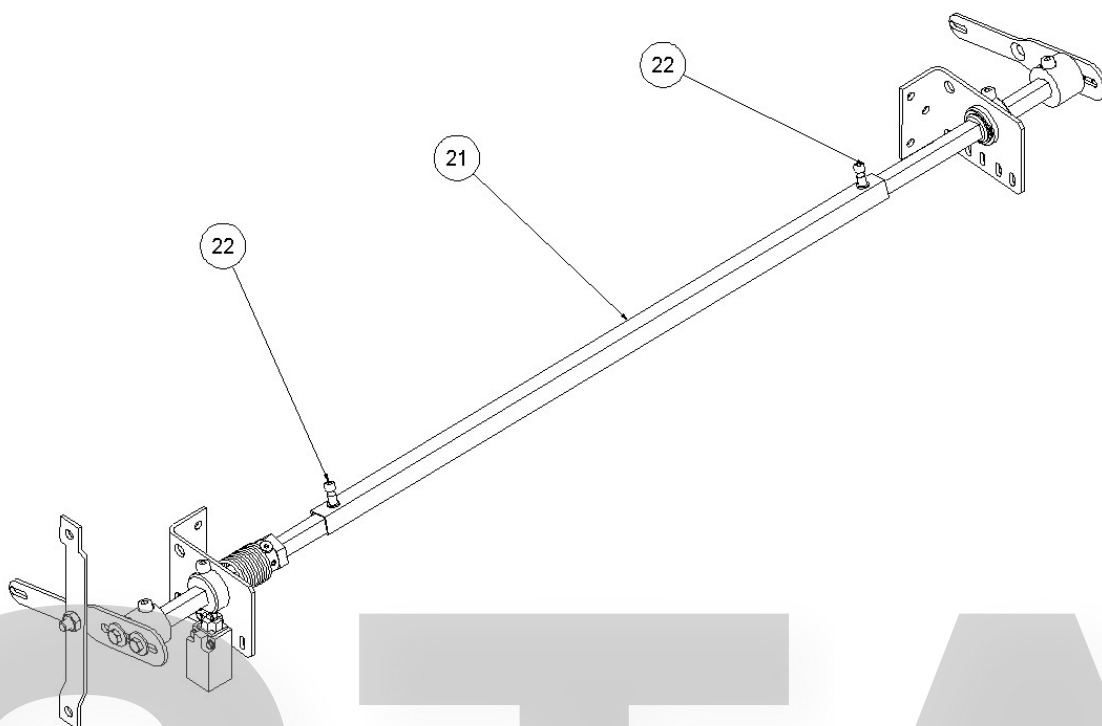

Figure.7
7. MISE EN PLACE DE L'AXE DE LA BARRE DE COMMANDE: Vissez les extrémités de l'axe de la barre de commande (21) à chacun des bras, en utilisant les vis M6 x 16 DIN 933 8.8 (22) – Fig. 7 –.